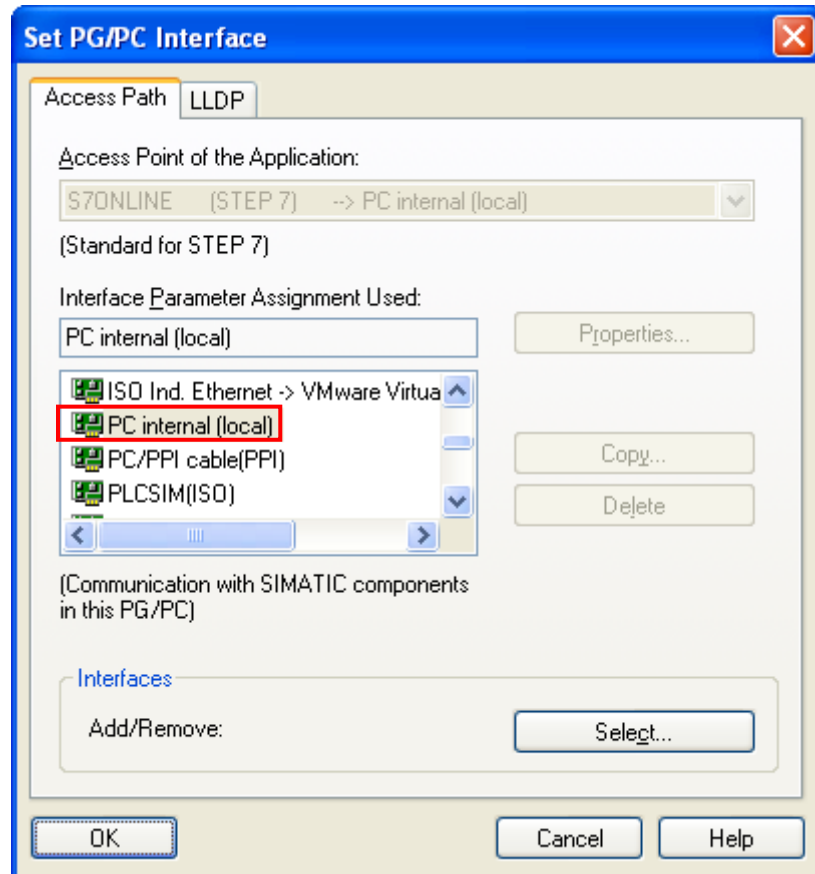

图 10
7. 打开控制面板，打开“Set PG/PC Interface”窗口，选择“PC internal(local)”，如图 10